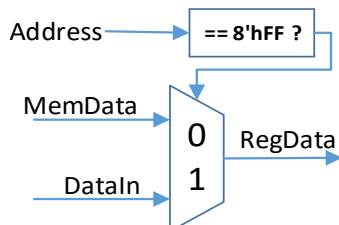

Figura 3 – Entrada paralela mapeada no endereço 8'hFF da memória
- Ao carregar o conteúdo do endereço 8'hFF da memória de dados, para um registrador **\$X**, **LW \$X, FF(\$0)**, o bloco **ParallelIN** redirecionará o conteúdo da entrada paralela **w_DataIn** para o registrador **\$X**. A especificação lógica do circuito de saída está ilustrada na Figura 3